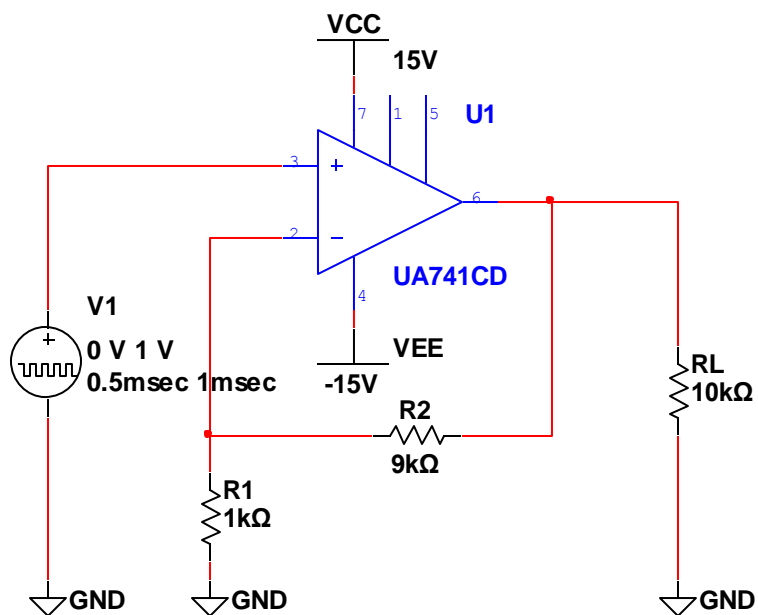

Рис. 5.2.4
- 2.1. Собрать схему неинвертирующего усилителя (рис. 5.2.4).